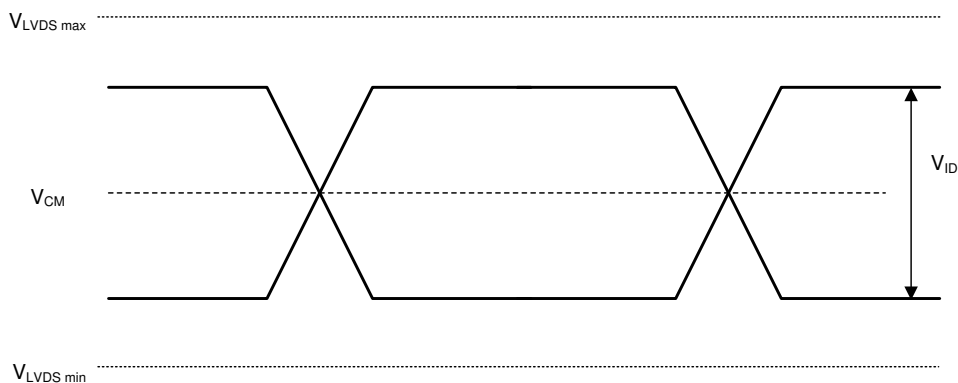

図 5-5. LVDS 波形パラメータ
- (1) すべての電圧は、共通グランド  $V_{SS}$  を基準としています。DMD を正しく動作させるには、 $V_{DD}$ 、 $V_{DDI}$ 、 $V_{CC2}$  の電源がすべて必要です。 $V_{SS}$  も接続する必要があります。
- (2)  $V_{CC2}$  電源過渡電圧は、規定最大電圧内に収まる必要があります。
- (3) 過剰な電流を防止するため、電源電圧のデルタ  $|V_{DDI} - V_{DD}|$  は、指定限界値よりも小さい必要があります。DMD 電源要件を参照してください。
- (4) PWRDNZ 入力ピンは SCP をリセットし、LVDS レシーバを無効にします。PWRDNZ 入力ピンは SCPENZ 入力ピンをオーバーライドし、SCPDO 出力ピンをトライ ステートにします。
- (5) タイミング要件の LVDS クロックのタイミング要件を参照してください。
- (6) LVDS 波形要件については、図 5-5 をご覧ください。
- (7) DMD を最大 推奨動作条件の温度および UV 照明に同時に曝露すると、デバイスの寿命が短くなります。